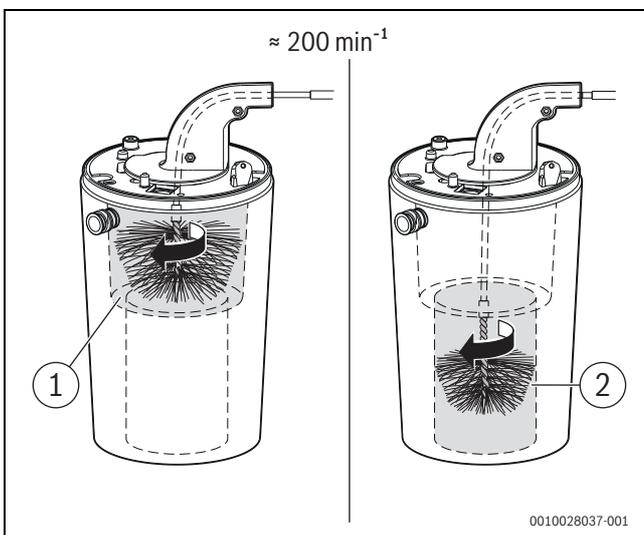

Fig. 59 Pulizia dello scambiatore primario (circa  $200 \text{ min}^{-1}$ , solo rotazione destrorsa)
- ▶ Ripetere l'operazione nella parte inferiore con la spazzola piccola (→ fig. 59, [2]).